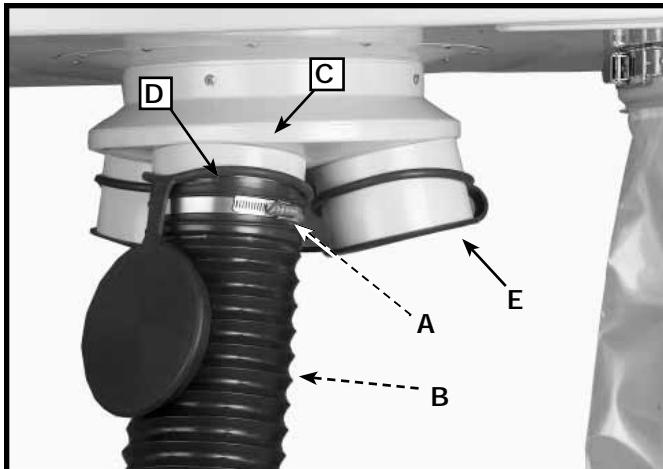

Fig. 13
**NOTA:** Coloque el extremo abierto (D) de los anillos de las tapas de entrada alrededor y sobre los extremos de cada orificio de admisión de polvo antes de conectar la manguera.
Para ensamblar la manguera de recolección de polvo de 127 mm (5") al conjunto de motor y soplador, sujeté ligeramente la abrazadera de la manguera (A) Fig. 13, alrededor de un extremo de la manguera flexible (B) y ensamble la manguera al orificio de admisión de polvo (C). Apriete la abrazadera de la manguera (A). Ensamble la abrazadera restante al otro extremo de la manguera flexible y a la máquina para carpintería.
**NOTA:** No opere el recolector de polvo con alguno de los orificios de admisión de polvo (C) Fig. 13 descubierto. Para cubrir el orificio que no está utilizando con la manguera, coloque la tapa de entrada plana (E) sobre el orificio de admisión de polvo, como se muestra en la Fig. 13.